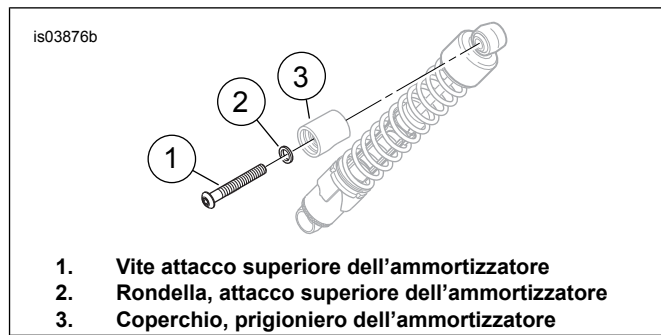

Figura 3. Attacco superiore dell'ammortizzatore posteriore, modelli 2000 e anni successivi
2. Vedere Figura 3. Rimuovere il bullone da 1/2-13 (1), la rondella (2) ed il coperchio dell'ammortizzatore (3). Eliminare il bullone ed il coperchio, ma tenere da parte la rondella per installarla in seguito.